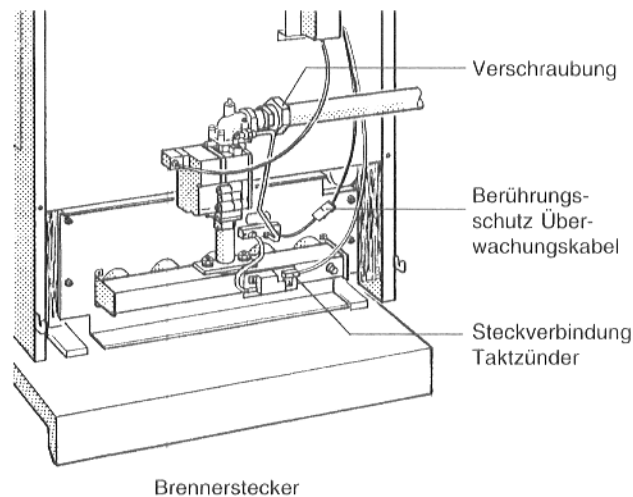

Abb. 31: Gasbrenner mit Armatur "BM" 762-012
- Gasbrenner an der Verschraubung von der Zuleitung trennen (Abb. 31).
- Schraube am Brennerstecker lösen und Brennerstecker abziehen (Abb. 31).
- Steckverbindung am Taktzünder lösen (Abb. 31).
- Berührungsschutz am Überwachungskabel (Abb. 31) entfernen und Steckverbindung lösen.